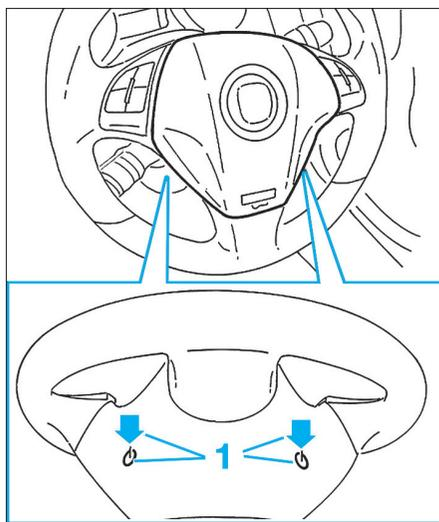

Fig. 5
- Insérer deux tournevis, à lame moyenne, dans les orifices préperforés (1) du volant (Fig.5).